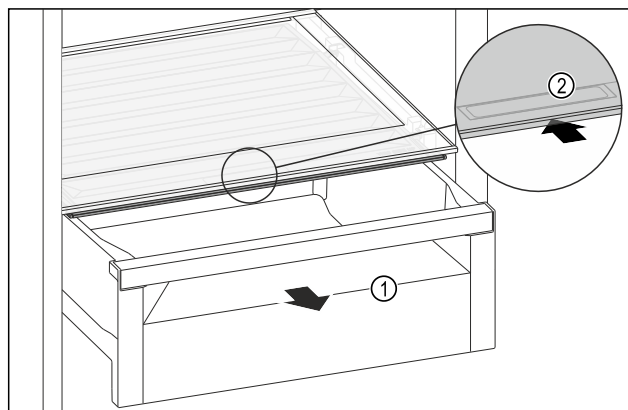

Fig. 138
- Tõmmake sahtel Fig. 138 (1) välja.
- Haarake laekakaanel haardesüvendist Fig. 138 (2) ja lükake laekakaant samaaegselt tahapoole.